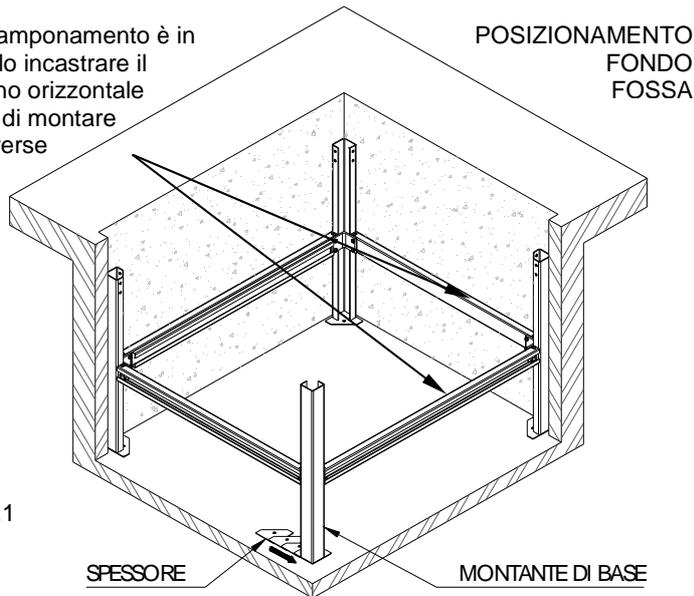

Fig. 4.1
- ✓ Posizionare i quattro montanti come indicato in fig. 4.1 e 4.2 in base alla tipologia di posizionamento della struttura rispetto alla fossa, legandoli provvisoriamente al ponteggio. Posizionare le apposite traverse orizzontali (per il fissaggio traversa – montante vedi cap. 6) facendo attenzione a posizionare le traverse per il sostegno della parte meccanica sul lato indicato dal progetto e fissare con i bulloni (non serrare fisso). Dopo aver completato le operazioni di squadratura e messa a piombo, serrare i bulloni.